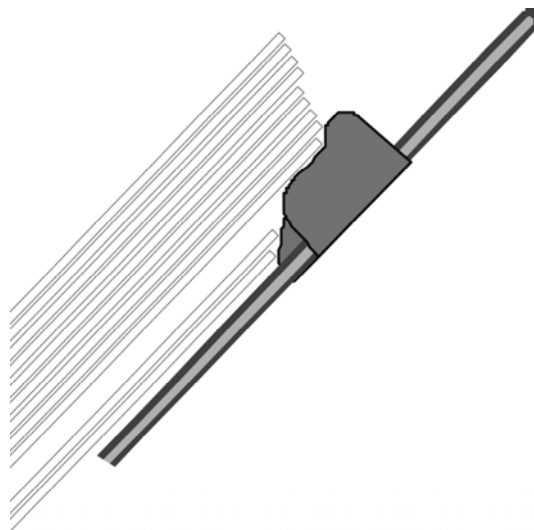

Abbildung 9: Position der Führung (Schiene)
- Schieben Sie die Führung (Schiene) in Richtung des Stapels, sodass die unteren zwei oder drei Medien vom Gewicht des Stapels befreit sind (wie in Abbildung 9 veranschaulicht).